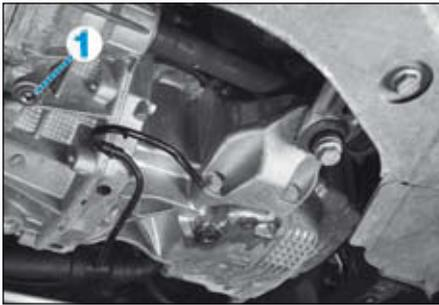

FIG.1
- Déposer le bouchon de vidange (1) à l'aide d'un carré de 8 mm (Fig.1).
- Serrer le bouchon de vidange (1) au couple de serrage prescrit.